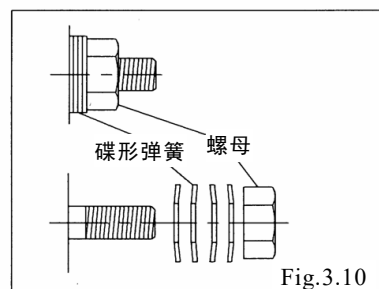
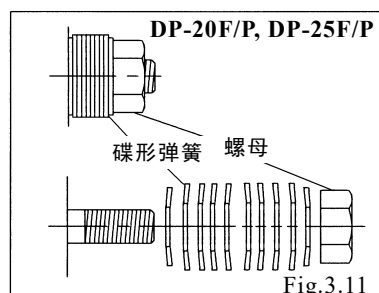

Fig.3.10
Fig.3.11
- 务必注意碟形弹簧的安装方向。(Fig.3.10、Fig.3.11)